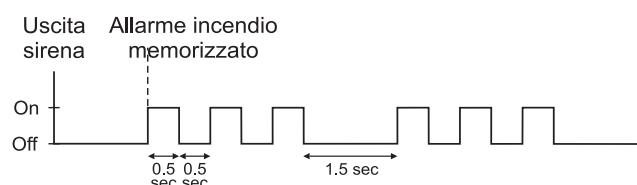

Figura 5-4: uscita Sirena /Dispositivo acustico durante l'allarme incendio
- ◆ Generare un allarme Incendio che è sempre udibile, indipendentemente dalla programmazione. Gli allarmi incendio generano un segnale intermittente (si veda Figura 5-4).